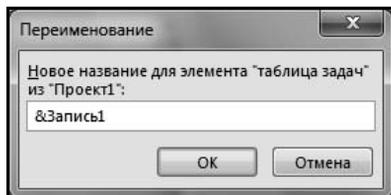

Рис. 4.63. Окно переименования таблицы
3. Нажать кнопку **Переименовать**. При этом откроется изображенное на рис. 4.63 диалоговое окно.